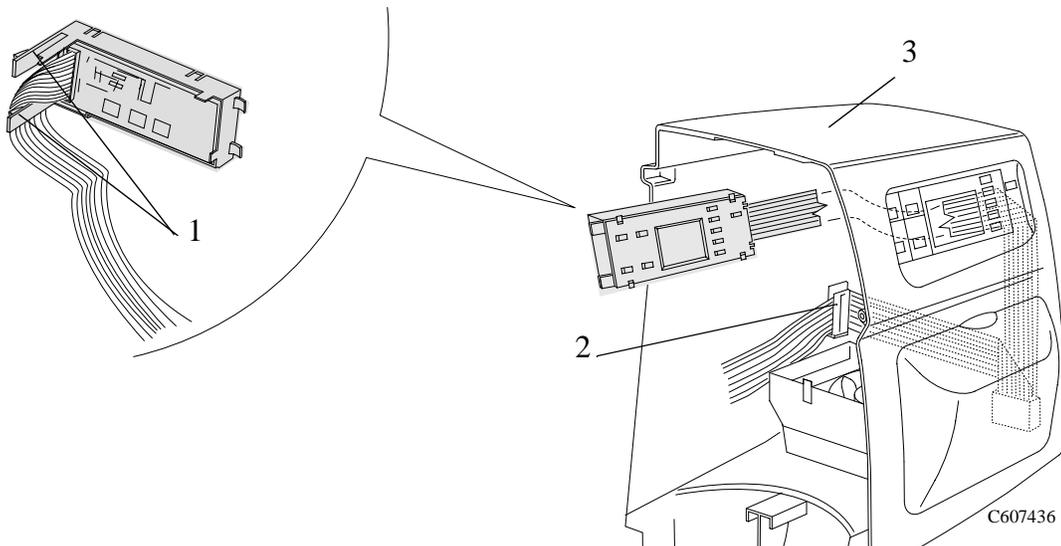

Figura 2: "Front Panel"
2. El “Front Panel Assembly” y el “Front Panel Assembly Cable” pueden quitarse al liberarlos de los “retaining clips” (item 1) y los “cable clamps” (item 2) dentro del “Cover” del Lado Derecho (item 3) (Consulte la Figura 2).